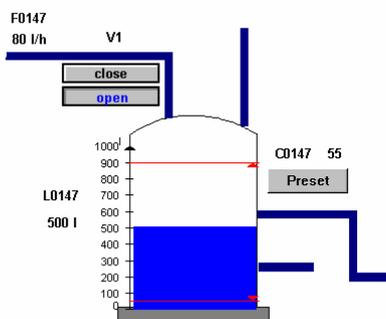

Рис. 3.97. Управляющее поле размещено. Обратите внимание, что оператор может немедленно просмотреть доступные команды и текущее состояние.
- Поместите и измените в размерах поле, как показано на рис. 3.97, а потом поместите имя.